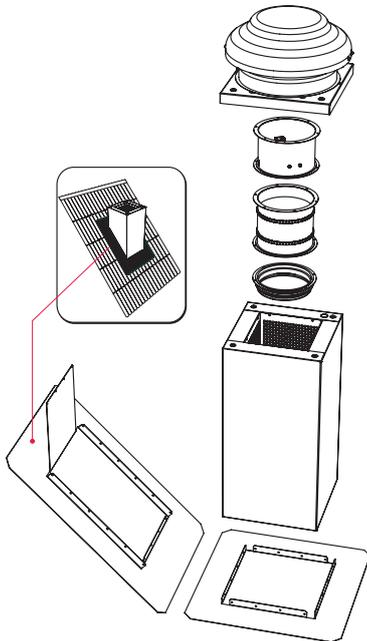

Fig. 5.5.21 Montage et installation à l'aide des accessoires.
- La tourelle est installée sur la costière en utilisant les accessoires prévus : clapets d'extraction de retour, raccords flexibles, piquage de câblage. Il n'est possible de la monter que de la manière indiquée Fig. 5.5.21.
- Lorsque le ventilateur est raccordé à la costière, remplacez le couvercle du ventilateur et vissez-le avec quatre (4) vis.